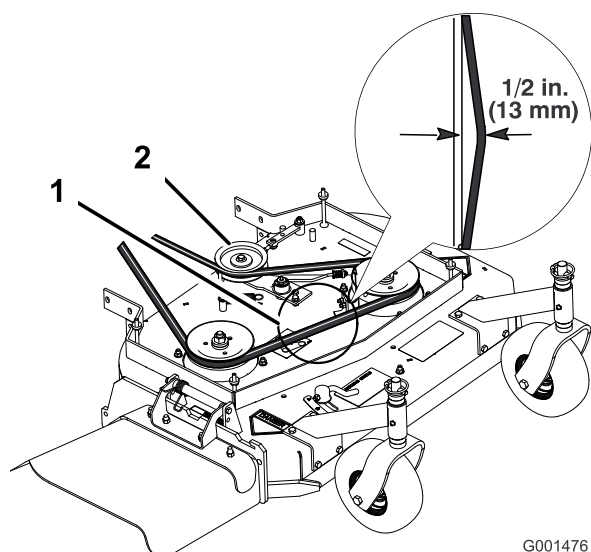
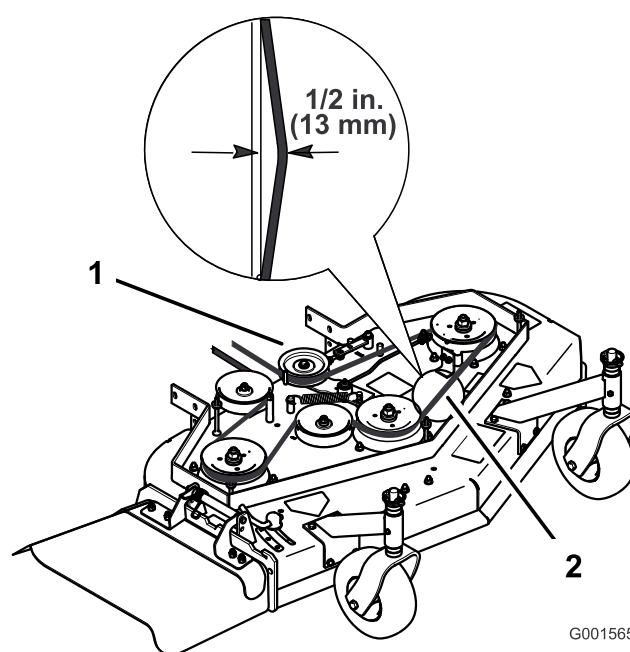

Figura 51
Figura 52
Nota: La tensión correcta de la correa del cortacésped es de 44-67 N (10-15 lbf) con la correa desviada 13 mm (1/2 pulg.) en el punto intermedio entre las poleas (Figura 51 o Figura 52).
3. Afloje la contratuerca del tensor (Figura 51).
4. Gire el tensor hacia la parte trasera del cortacésped para aumentar la tensión de la correa. Gire el tensor hacia la parte delantera del cortacésped para reducir la tensión de la correa (Figura 51).
desviada 13 mm (1/2 pulg.) en el punto intermedio entre las poleas (Figura 51).
desviada 13 mm (1/2 pulg.) en el punto intermedio entre las poleas (Figura 52).